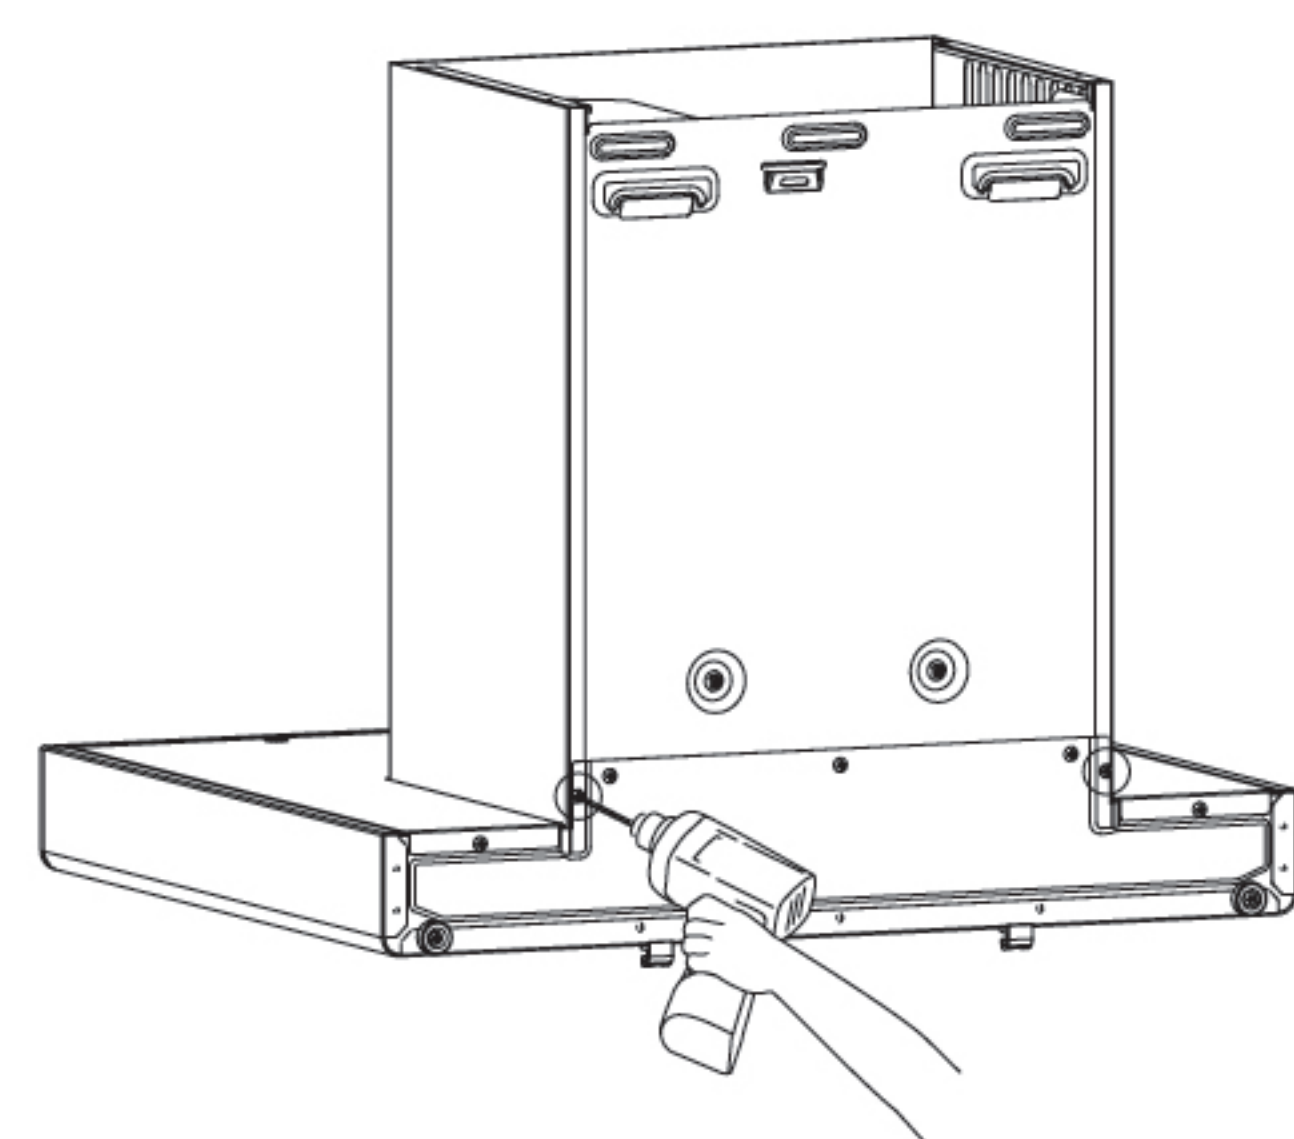

Fig.6
2. 取下風機外罩、裝飾罩 (僅適用於EMG9008-C): 用螺絲刀取下主機背后固定風機外罩的2顆螺釘 (見Fig.6), 然後雙手抓住風機外罩和裝飾罩向上將其取出 (見Fig.7);